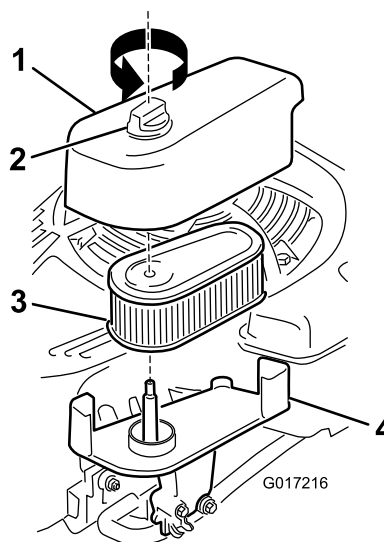

Figura 28
1. Allentate il fermo e rimuovete il coperchio del filtro dell'aria (Figura 28).